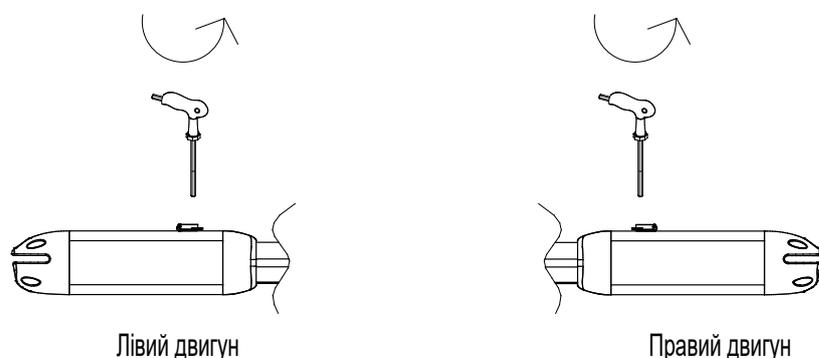

Рис. 6
d) Перед установкою, будь ласка, розблокуйте дві основні машини. Спосіб розблокування: Зніміть кришку, вставте планку ручного розблокування, поверніть планку, поки вона не розблокується, як показано на Рис. 6, потім поверніть телескопічний кронштейн, ви побачите, що він легко витягується.